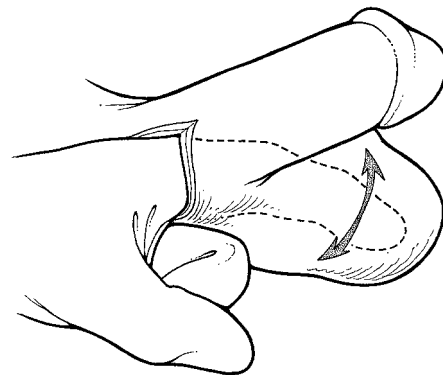

Fig. 4-16a. Infrapubisk metod: utför trubbig dissektion
1. Använd trubbig dissektionsteknik och skapa en ficka i den mest nedhängande delen av scrotum (se fig. 4-16a och 4-16b).